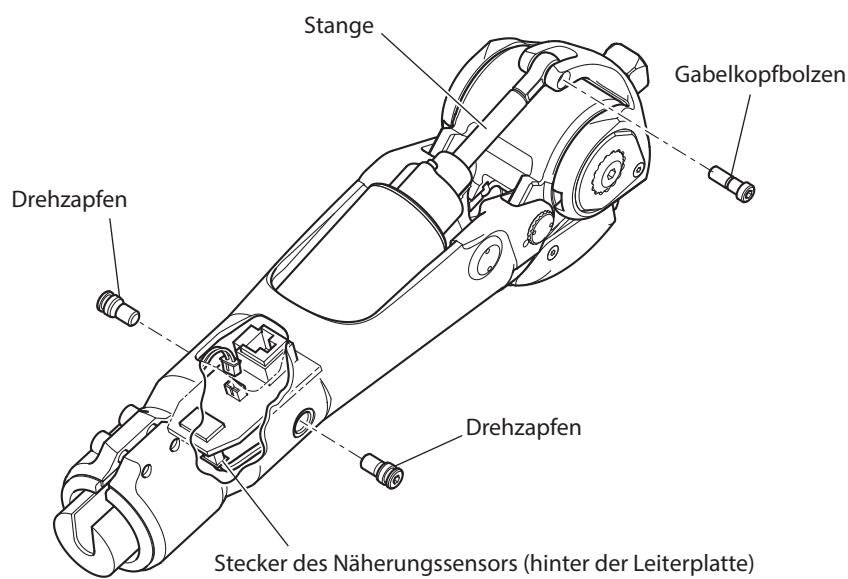

Abb. 25: Das Zylindermodul entfernen/anbringen
- 2** Entfernen Sie den Gabelkopfbolzen und den Drehzapfen (Abb. 25).
- 3** Bringen Sie den Drehzapfen und den Gabelkopfbolzen an (Abb. 25).